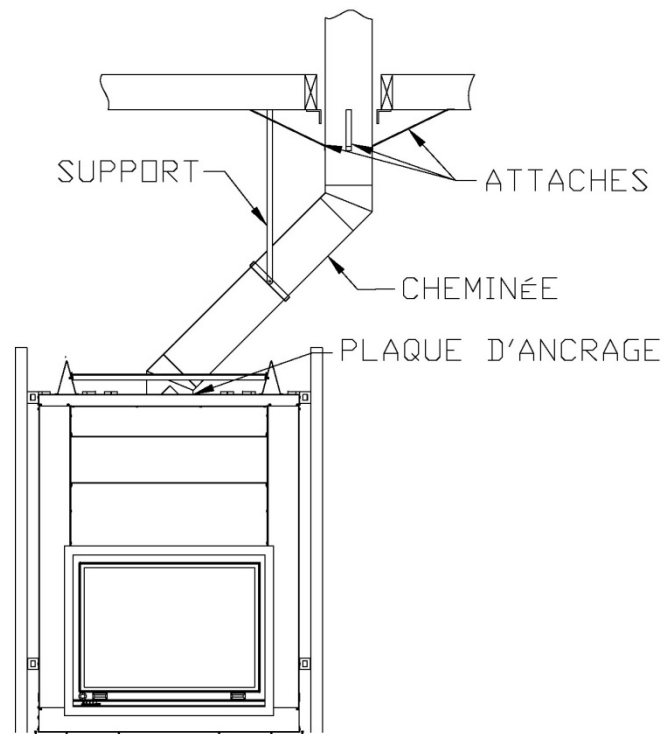

Figure 34
1. Installez le premier coude; tournez-le dans la bonne direction. Fixez-le à la cheminée en suivant les instructions du fabricant de la cheminée. Dans de nombreux cas, il est recommandé des fixer les raccords à l'aide de trois (3) vis à métal de ½" (12 mm).
2. Installez les sections de cheminé qu'il faut pour obtenir le décalage nécessaire. Verrouillez les sections de cheminée ensemble en suivant les instructions du fabricant de la cheminée. Dans de nombreux cas, il est recommandé d'utiliser trois (3) vis de ½" (12 mm). Si la section décalée comporte deux sections de cheminée ou plus, de nombreux fabricants de cheminée exigent que vous utilisiez un support de décalage ou de toit à moitié chemin du décalage. Si la cheminée traverse un mur, installez un coupe-feu mural fourni par le fabricant de la cheminée (voir **Figures 34 et 35**).